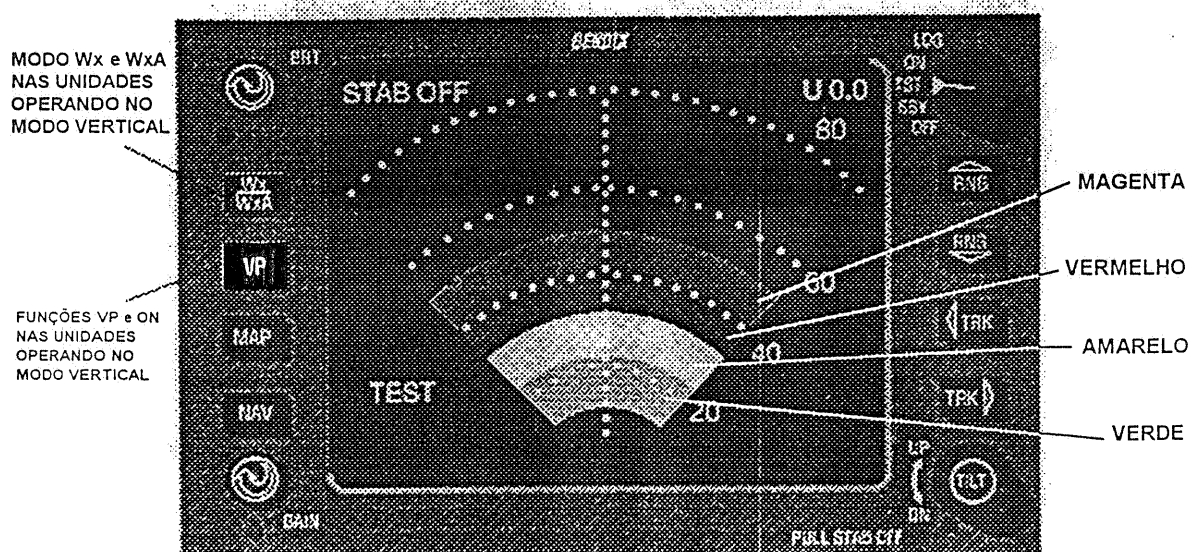

Figura 3-3 – Teste Padrão Típico Mostrado na Tela
- C. Ajuste os controles BRT para o nível desejado de brilho da tela. Observe o teste padrão ilustrado na figura 3-3.
- B. Verifique a tela do indicador do radar. O teste padrão aparece 7 ou 8 segundos após o botão de função ter sido posicionado de OFF para TST. O ponto exato de término do teste ou a duração da faixa de cada cor é mostrada na figura 3-3. A presença de quatro cores diferentes, na ordem correta é importante.